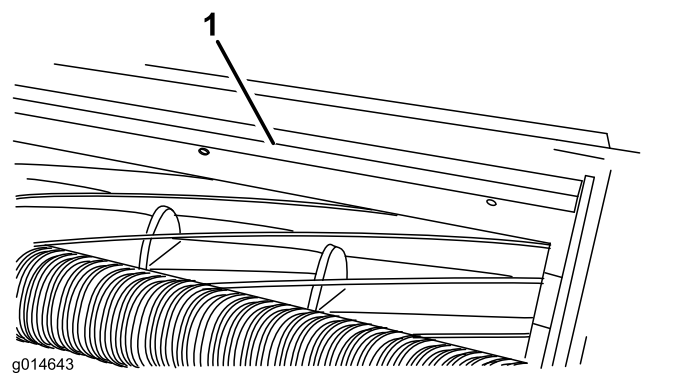

Figura 19
1. Allentate le viti che fissano la barra superiore (Figura 19) all'apparato di taglio.